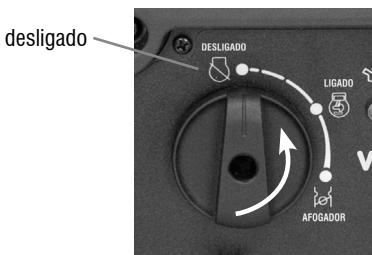

Fig. 24 – Etapa 2
- c. Coloque a chave seletora (14) na posição “O” (conforme Fig. 24).